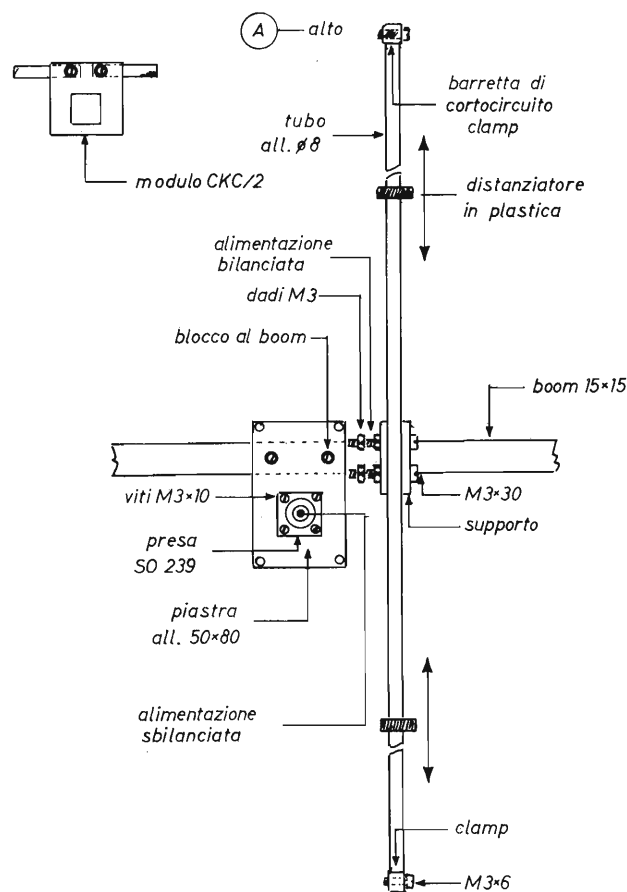

figura 5
Questo accessorio è opzionale. Nel caso descritto tuttavia si è rivelato utile per esigenze di carattere sperimentale e di praticità. La basetta non è altro che la base di una scatola TEKO misura minima. Essa è forata a  $\varnothing 16$  mm per una presa coassiale Tipo VHF - SO 239 come è schematizzato nella figura 5.
c) Assemblare il tubo superiore ed inserirlo nelle clamp già predisposte allo scopo. Decidere la misura fuoritutto del radiatore e stringere le viti delle clamp e quelle delle basette distanziatrici. Una fase di assemblaggio è indicata nella figura 4/D, mentre il radiatore assemblato è visibile nella figura 5 (vista dall'alto).